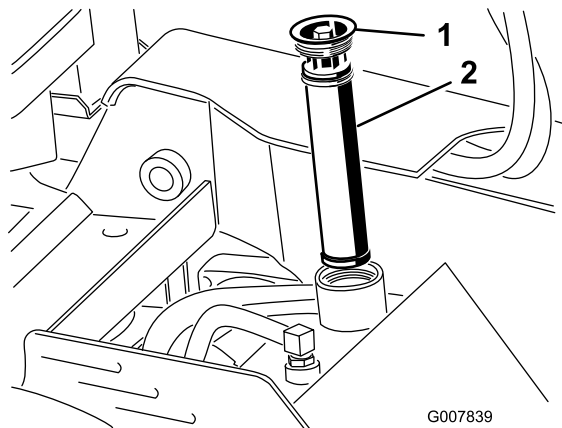

Figura 57
5. Pulite l'area intorno al collo del bocchettone del serbatoio idraulico e rimuovete il tappo ed il filtro dal collo del bocchettone usando una chiave a tubo (Figura 57).